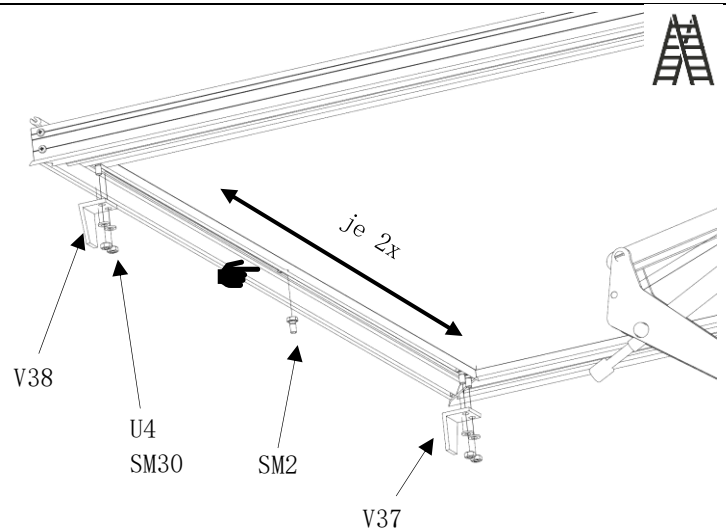

Abb. 121
- der Kopf der jeweils vier Sechskantschrauben (Pos. SM2) in die Montage-Bohrungen der beiden Dachfenster Scharnierprofile (Pos. 40.1) einführen und je zwei Sechskantschrauben (Pos. SM2) nach links und rechts nach außen in die Nut führen. (Abb. 121)
- die Arretierungswinkel (Pos. V37/V38) an beiden geschlossenen Dachfenster mit U-Scheiben (Pos. U4) und Sechskantschrauben (Pos. SM30) sichern. (Abb. 121)
- die Arretierungswinkel (Pos. V37/V38) sind so zu positionieren, dass diese die Dachfenster führen. (Abb. 121)